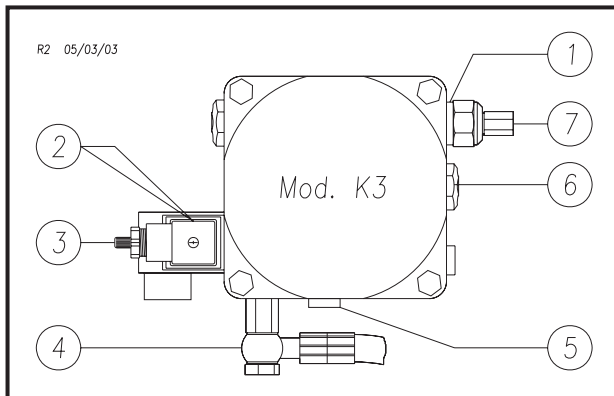

Fig.17
- in caso di sovraccarico del sollevatore interviene la valvola di massima pressione (fig.17) posta sulla centralina oleodinamica.
- the maximum pressure valve (fig.17), located on the hydraulic oil power unit, will trip if the lift is overloaded.